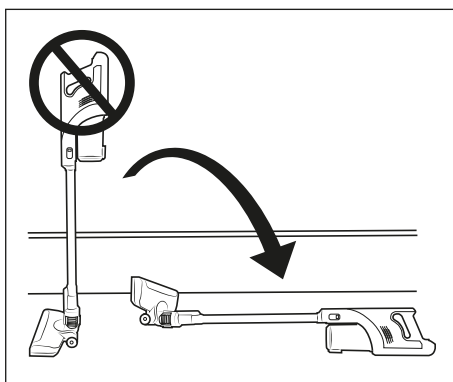

Fig. 9
- ▶ Não deixe o aspirador na vertical se deixar temporariamente de o utilizar ou o pretender largar. Nesse caso, coloque o aspirador no suporte de parede 18 ou deixe-o no chão (ver fig. 9 e 10). Caso contrário, o aspirador poderá cair e sofrer danos e, eventualmente, danificar outros objetos ao cair.